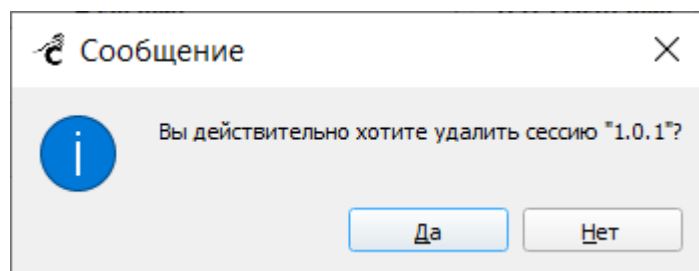

Рисунок 43 – Подтверждение удаления сессии
- «Удалить» – служит для удаления выбранной сессии. При нажатии на кнопку отобразится окно подтверждения удаления сессии (Рисунок 43).